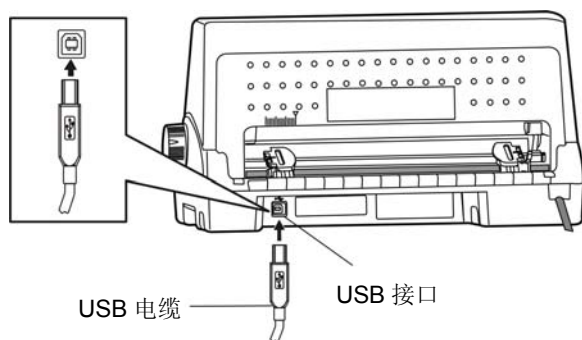
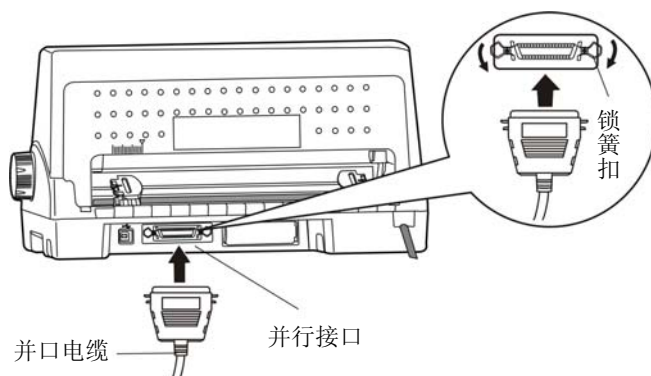
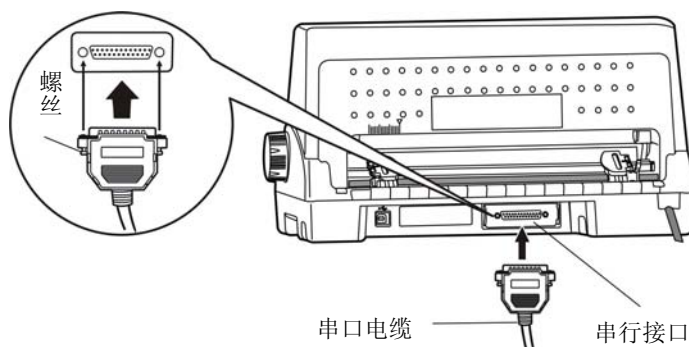
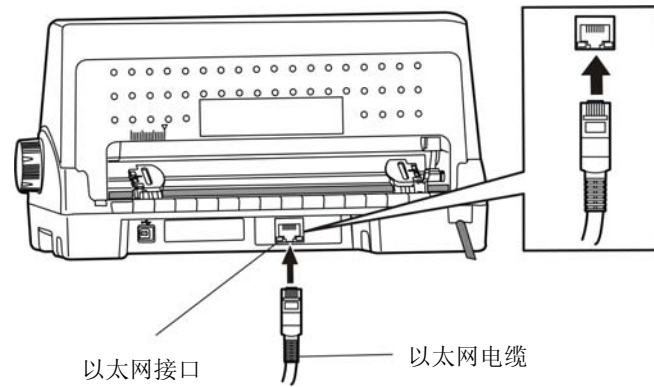

图 2-11 连接 USB 电缆
图 2-12 连接并口电缆
图 2-13 连接串口电缆
图 2-14 连接以太网电缆
本打印机可配置 USB 接口、并行接口、串行接口、以太网接口、蓝牙或 Wi-Fi（产品的具体接口配置，以实物为准）。请根据需要，用相应的接口电缆把打印机与计算机相连（如图 2-11、图 2-12、图 2-13 和图 2-14 所示）。
2. 将 USB 电缆的 B 端插头（方型）插进打印机的 USB 接口插座中（如图 2-11 所示）。
1. 关闭计算机与打印机的电源，将并口电缆插头连接到打印机的并行接口，扣上连接器两侧的锁簧扣，固定并口电缆（如图 2-12 所示）。
1. 关闭计算机与打印机的电源，将串口电缆插头连接到打印机的串行接口，拧紧两侧的螺丝，固定串口电缆（如图 2-13 所示）。
将以太网电缆的 RJ-45 水晶插头一端插进打印机的以太网接口插座中，另一端插头连接到局域网的接入端（如图 2-14 所示）。